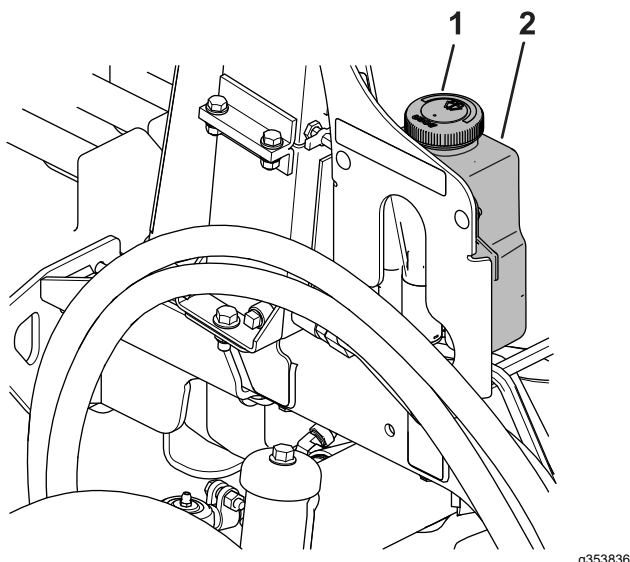

Рисунок 91
1. Снимите крышку бачка (Рисунок 91).